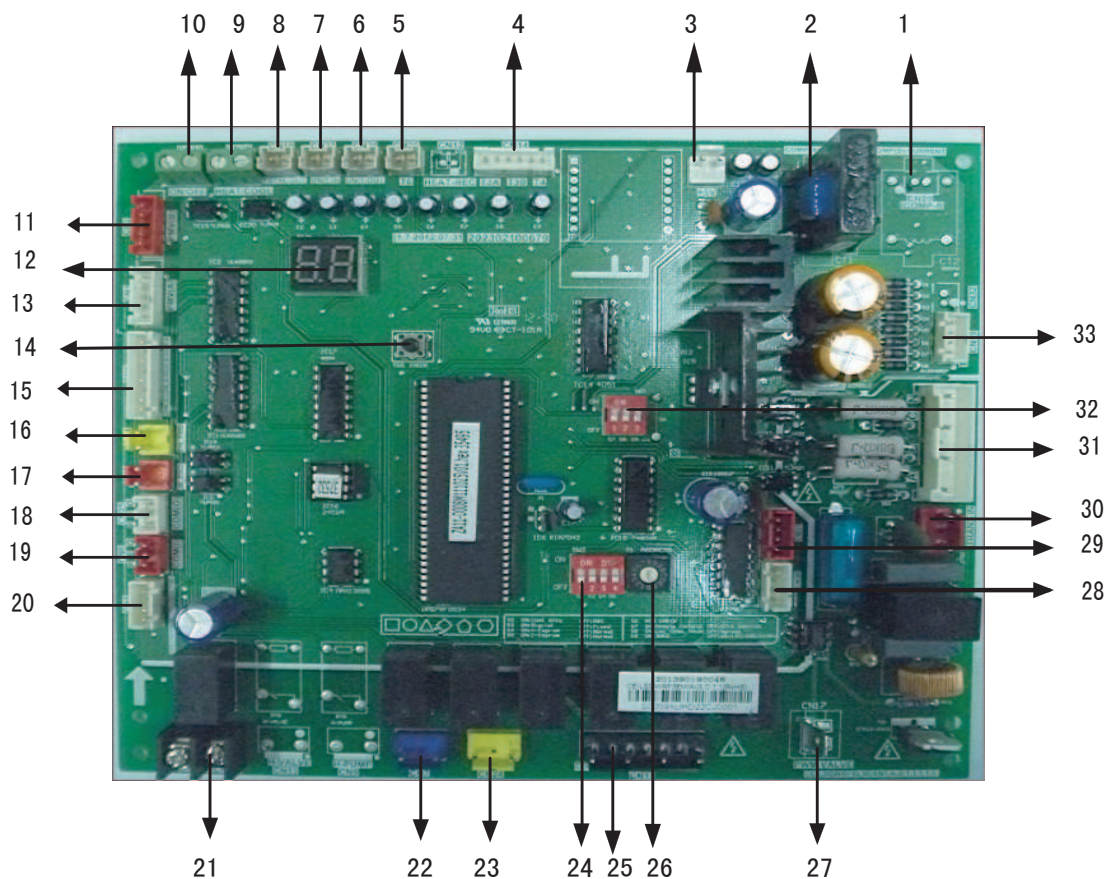

Рис.5-5
5.5.2 Иллюстративная схема управления главного щита управления (см рис. 5-5)
5.8 Подробное описание деталей, представленных на рис. 5-5